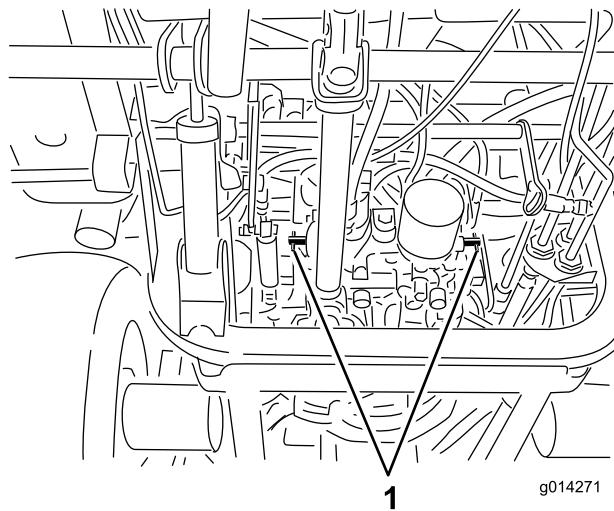

Figura 34
4. Gire las válvulas de desvío una vuelta en el sentido contrario a las agujas del reloj (Figura 34).
Gire cada válvula de desvío una vuelta en el sentido de las agujas del reloj y apriételas a mano (apriete de 8 N·m) aproximadamente) (Figura 34).